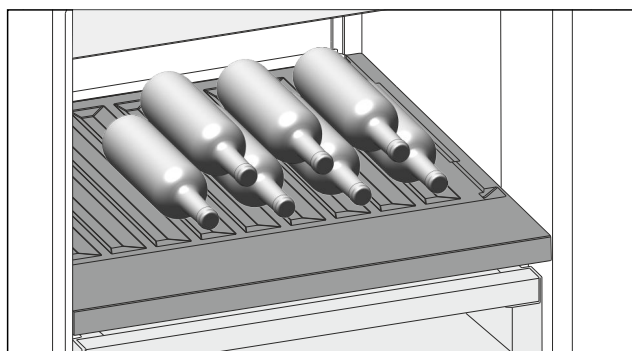

Fig. 93
- A palackokat az aljukkal hátrafele helyezze a hátfalhoz. (lásd Fig. 93)